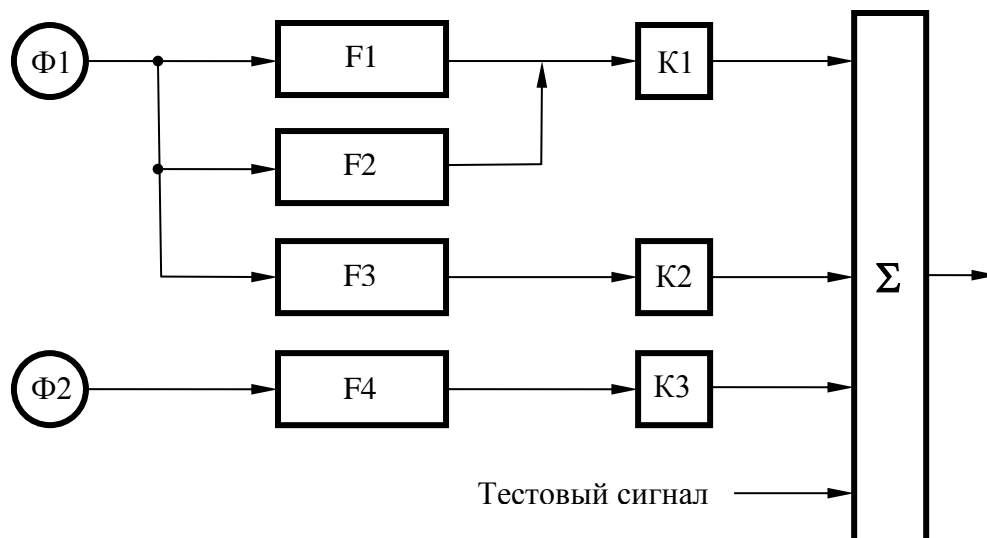

Рис.2.1.
- 2.1. Структура регулятора должна быть представлена в унифицированном виде, представленном на рис.2.1. На входы регулятора подаются сигналы Φ_1, Φ_2, \dots , соответствующие физическим величинам (напряжение, ток, частота, мощность и др.), в дальнейшем называемые *параметры*. Параметры поступают на входы фильтров F_1, F_2, \dots ,
- Вариант *Импульс* выбирают, когда тестовый сигнал, подаваемый на вход сумматора регулятора (рис.2.1) имеет вид короткого импульса. Если тестовый сигнал входит в перечень вводимых явлений файла, то его указывают в окне *Имя* раздела тестового сигнала и программа автоматически определяет его параметры (смещение начала, длительности и амплитуда). В обратном случае эти параметры вводятся на втором этапе импорта файла.